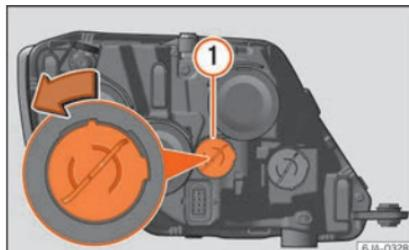

Fig. 95 Cambio de lámpara de la luz diurna.
- Gire el portalámparas »» fig. 95 ① en sentido antihorario y retírelo.